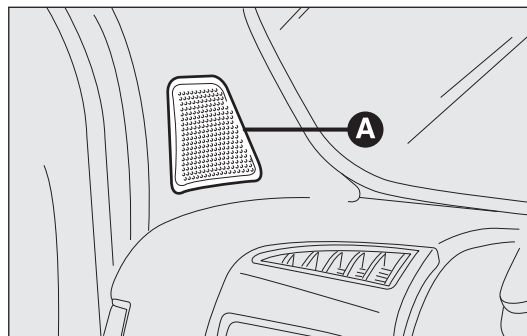

fig. 137
- n. 2 tweeter A ubicati sui montanti anteriori (potenza 30W max ciascuno) fig. 137;